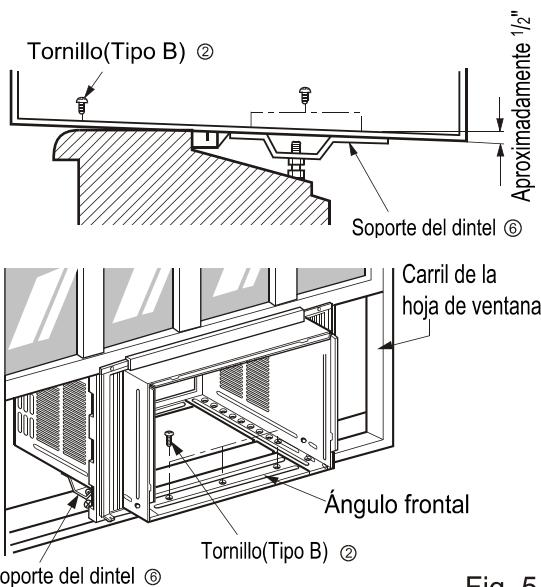

Fig. 5
- Introduzca las guías de los marcos ① en la parte inferior de la carcasa con la parte delantera de la guía del marco enfocado hacia la parte delantera de la carcasa. FIG.5
- Inserte el marco de la cortina en la guía superior las guías del marco FIG.5
- Fije las cortinas a la unidad con 4 tornillos tipo A FIG.5
GUA DEL MARCO ② Fig. 5
6. El gabinete debe ser instalado con una ligera inclinación (aproximadamente 1/2") de modo que el lado externo quede hacia abajo (ver Fig. 5) Ajuste el perno y la tuerca del soporte al dintel ⑥ para equilibrar el gabinete.
7. Agregue el gabinete al asiento de la ventana colocando los tornillos ② (Tipo B : Largo 16mm 5/8 - pulgadas - abajo.) a través del ángulo frontal en el asiento de la ventana.
8. Tire cada marco de la cortina ⑤ completamente para cada carril de hoja de ventana y repita el paso 2.
9. Agregue cada marco de la cortina ⑤ de la hoja de la ventana usando tornillos ③ (Tipo C)